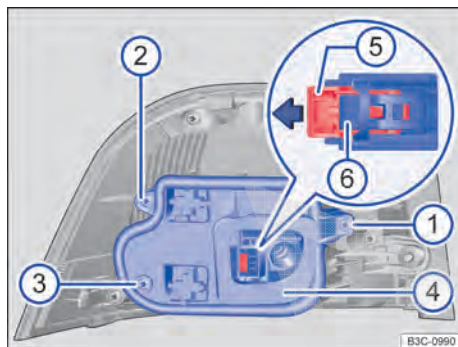

Fig. 279 Lanterna traseira na carroceria: desinstalar o suporte da lâmpada.
6. Puxar o travamento do plugue ⇒ Fig. 279 ⑤ no sentido da seta.
7. Pressionar o travamento ⑥ e retirar o conector.
9. Com a lâmina da chave de fenda das ferramentas de bordo ⇒ Fig. 251, desparafusar os parafusos ⇒ Fig. 279 ①, ② e ③.
12. Instalar o suporte da lâmpada na lanterna traseira e parafusar os parafusos ①, ② e ③.